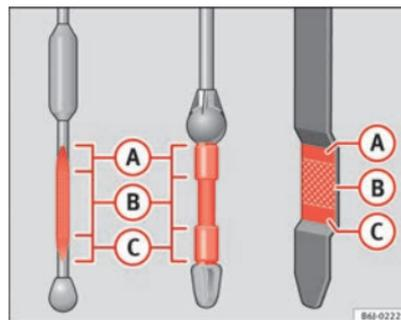

Fig. 166 Asta di misurazione livello olio motore
- In seguito, estrarla di nuovo e controllare il livello dell'olio ⇒ fig. 166. Se necessario, rabboccare dell'olio.